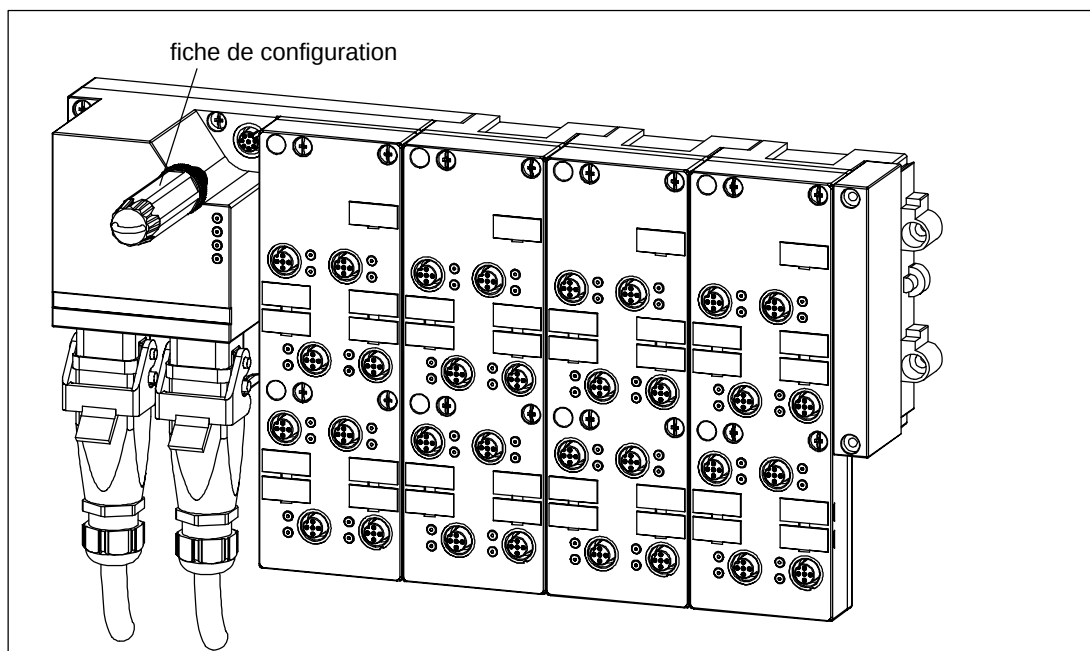

Figure 3-12 Position de la fiche de configuration sur l'ET 200X-DESINA/ET 200X-ECOFAST
1. Desserrer la fixation à vis de la fiche de configuration sur le module de base BM et retirer la fiche (voir figure 3-12).